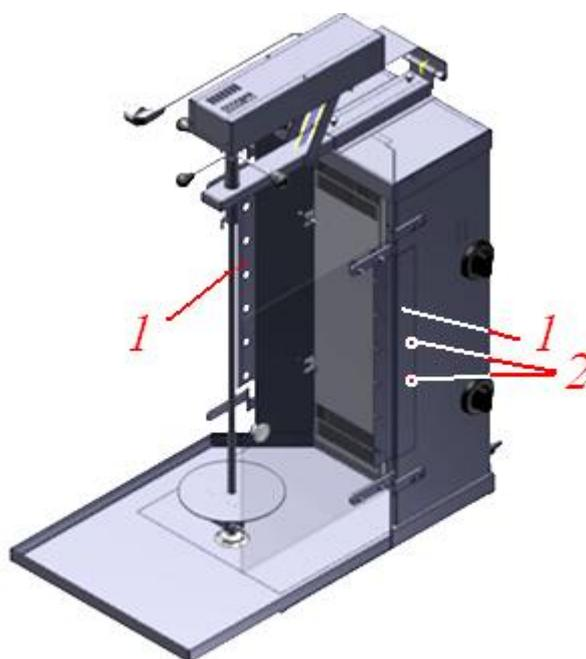

Рисунок 2
5.4. Кроме того, шаверма позволяет готовить шашлык с помощью витых шампуров (рисунок 1, поз. 9). Шампуры фиксируются в специальные пазы на держателе (рисунок 2, поз. 1). При транспортировке изделия, а также в случае неиспользования данных комплектующих для приготовления кулинарных изделий, держатели шампуров могут сниматься. Для этого необходимо выкрутить винты (рисунок 2, поз. 2) и снять держатели. Далее, винты рекомендуется закрутить обратно, чтобы избежать их потери. При использовании витых шампуров, стеклянные экраны (рисунок 1, поз. 17) отводятся назад.